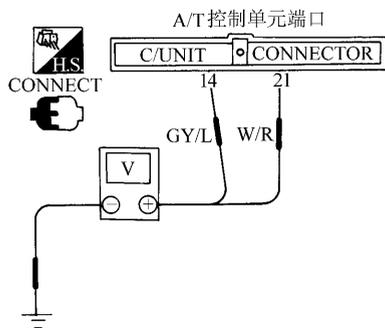

图 4-115 检查 A/T 控制单元端子 14 和 21 对地间的电阻
检查节气门关闭位置开关的信号 ON 或 OFF 的变化 不用诊断仪的检测步骤如下： (1) 点火开关转至“ON”。(不要起动发动机) (2) 在慢慢踩下加速踏板时，检查 A/T 控制单元端子 14 对地间的电压(图 4-115)(发动机预热后) 松开加速踏板时，电压值应为 8~15V；加速踏板踩到底时，电压应在 1V 以下 是否正常	否 检查节气门位置开关，如良好，则检查 A/T 控制单元与节气门关闭位置开关间的线束导通性